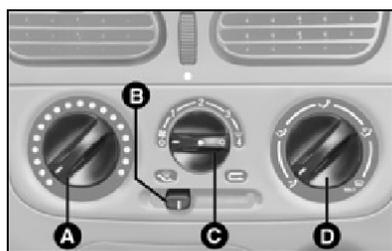

fig. 28
COMANDOS fig. 28
1) Seletor para a temperatura do ar **A-fig. 28** totalmente posicionado à esquerda.
2) Seletor do ventilador **C-fig. 28** posicionado na velocidade máxima.
3) Seletor de distribuição do ar **D-fig. 28** apontado para ↙; controlar para que todas as saídas de ar estejam totalmente abertas.
4) Ligar o ar-condicionado apertando o seletor **C-fig. 28**.
O ar-condicionado é muito útil para acelerar o desembaçamento, pois desumidifica o ar. É suficiente regular os comandos para a função de desembaçamento e ativar o condicionador, apertando o seletor **C-fig. 28**.
1) Condicionador de ar ligado: seletor **C-fig. 28**.